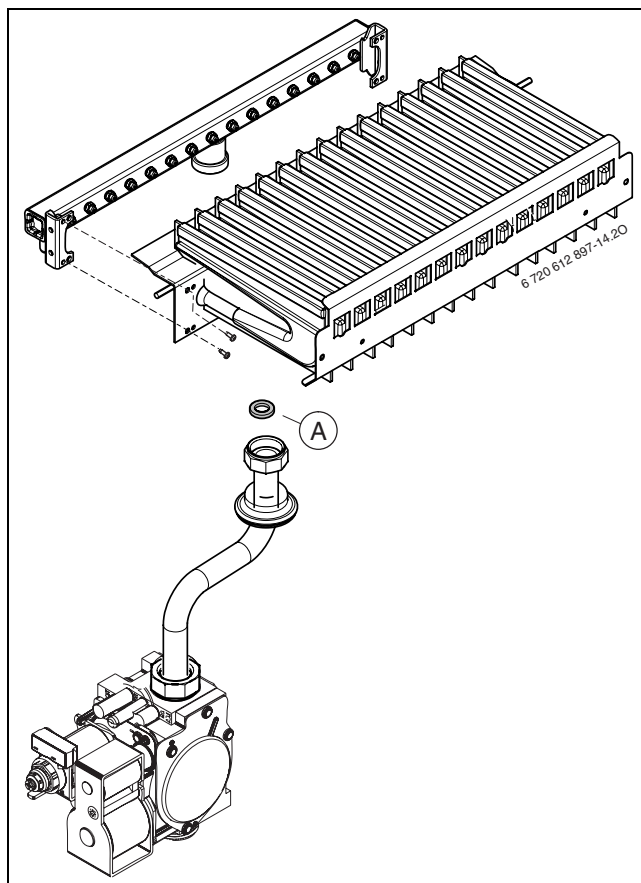

Fig. 49
- ▶ Ruotare l'interruttore principale in posizione (0).
- ▶ Rimontare il blocco bruciatore/rampa ugelli utilizzando una nuova guarnizione (A) (→ fig 49).